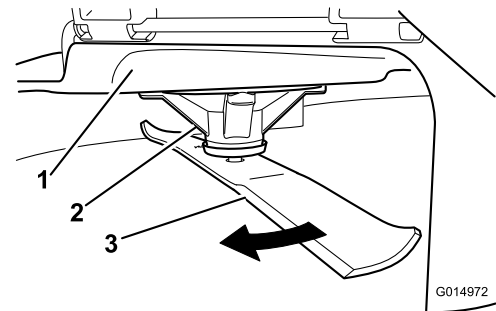

Figura 103
2. Usando luvas almofadadas ou outra proteção adequada para as mãos, rode lentamente lâmina para uma posição que lhe permita uma medição da distância entre a extremidade de corte e a superfície nivelada onde a máquina está (Figura 103).